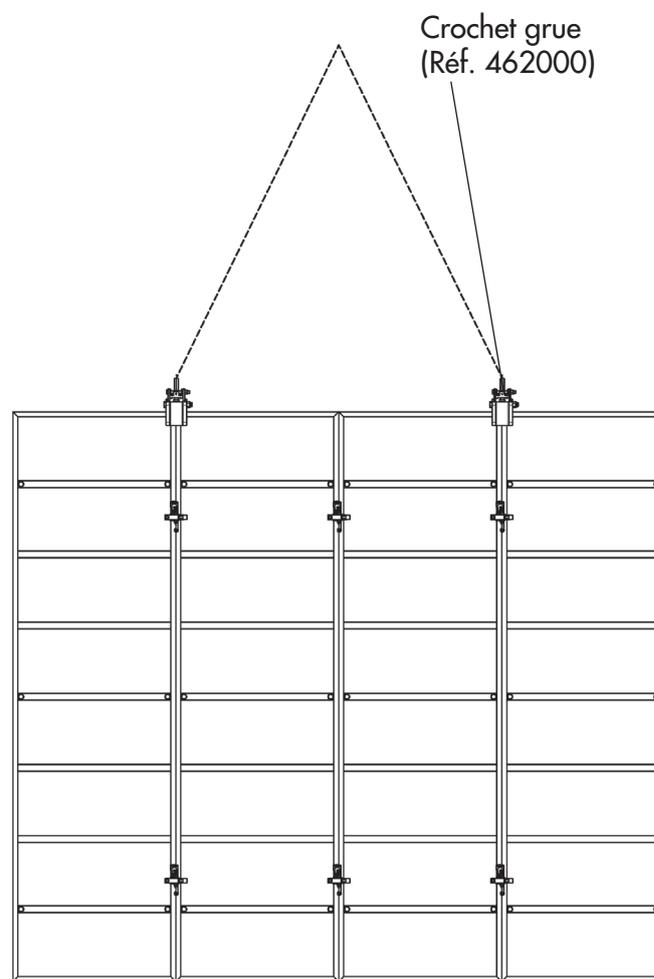

Fig. 50 : Plus de deux modules
- Pour plus de deux modules, utiliser deux crochets. (figure 50)